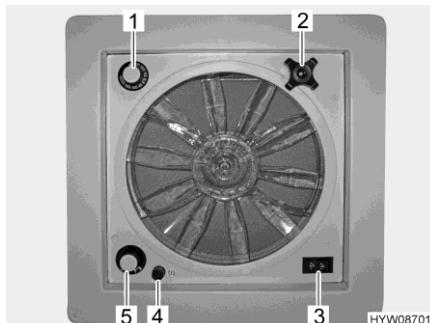

Fig. 53 Oblò con ventilatore
- Un fusibile da 4 A (Fig. 53,4) protegge da sovraccarico il motore del ventilatore. Se si verifica un sovraccarico: Per prima cosa individuare ed eliminare la causa (ad es. il ventilatore è sporco), poi sostituire il fusibile.
- Ruotare la maniglia girevole (Fig. 53,2), finché non si raggiunge l'angolo di apertura desiderato.
- Portare l'interruttore a levetta (Fig. 53,3) su "Aerazione" (flusso d'aria dall'esterno verso l'interno) o "Sfiato" (flusso d'aria dall'interno verso l'esterno).
- Portare l'interruttore a levetta (Fig. 53,3) sulla posizione centrale.
- Posizionare l'interruttore girevole (Fig. 53,5) sul grado desiderato:
- Ruotare il termostato (Fig. 53,1) fino alla battuta in direzione "blu".
- Ruotare il cappuccio nero (Fig. 53,4) di un quarto di giro in senso antiorario.